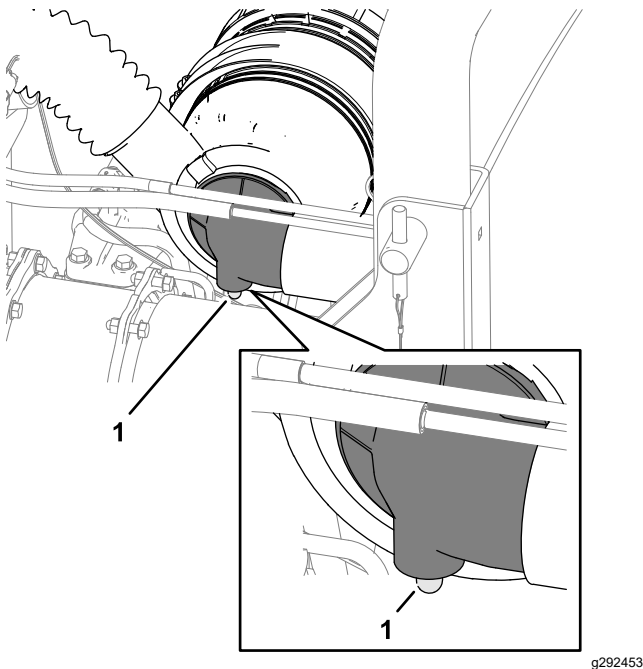

Figura 51
2. Compruebe el indicador de obstrucciones del filtro de aire (Figura 51).
Nota: Revise el filtro de aire primario cuando el indicador de obstrucciones del filtro (Figura 51) se ve rojo. Los cambios frecuentes del filtro aumentan la posibilidad de que entre suciedad en el motor al retirar el filtro.